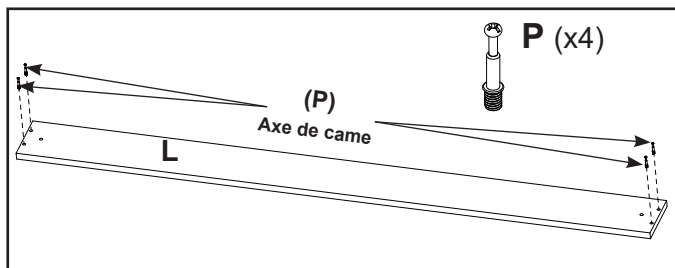

Figure 29
- Installez quatre (04) axes de came (P) sur la pièce « L » aux sites indiqués à la figure 29. Se référer à l'étape 1 de la page 2.